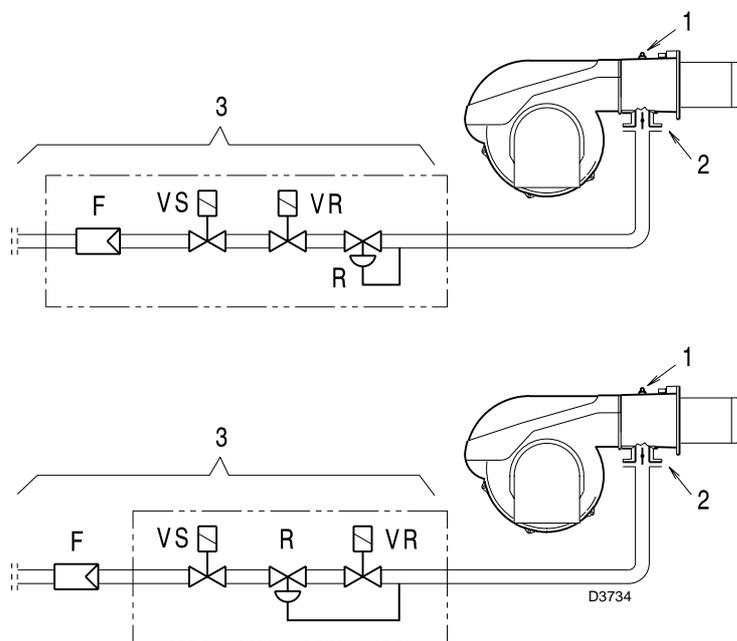

Fig. 40
Perte de charge vanne papillon gaz 2) (Fig. 40) avec ouverture maximum: 90°
Perte de charge de la rampe gaz 3) (Fig. 40) comprenant: vanne de régulation VR, vanne de sécurité VS (ayant chacune une ouverture maximum), régulateur de pression R, filtre F.
- Soustraire la pression dans la chambre de combustion de la pression du gaz à la prise 1) (Fig. 40).
- Pression du gaz à la prise 1) (Fig. 40) = 11,6 mbar
Par contre, pour connaître la pression du gaz nécessaire à la prise 1)(Fig. 40), après avoir fixé la puissance maximum de fonctionnement du brûleur:
- Lire la pression à la prise 1)(Fig. 40) sur la droite, colonne 1.
- pression nécessaire à la prise 1) (Fig. 40).